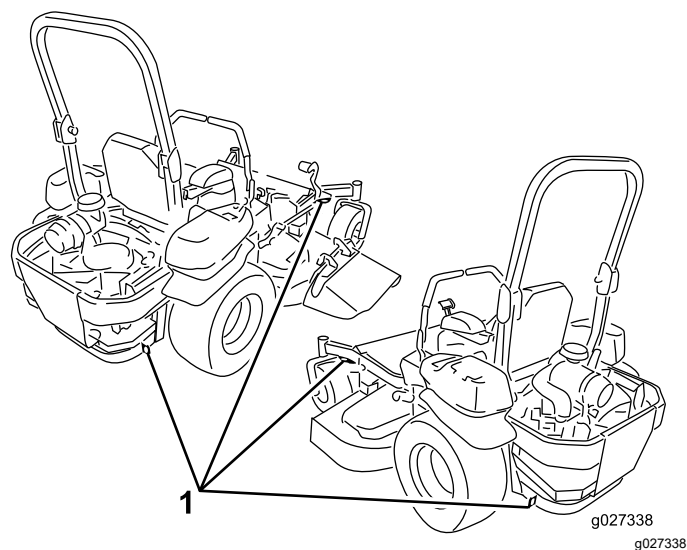

Bild 41
6. Vergurten Sie die Maschine in der Nähe der vorderen Laufräder und der hinteren Stoßstange mit Riemen, Ketten, Kabeln oder Seilen (Bild 41). Ziehen Sie in Bezug auf Anforderungen für Befestigungen geltende Vorschriften zurate.